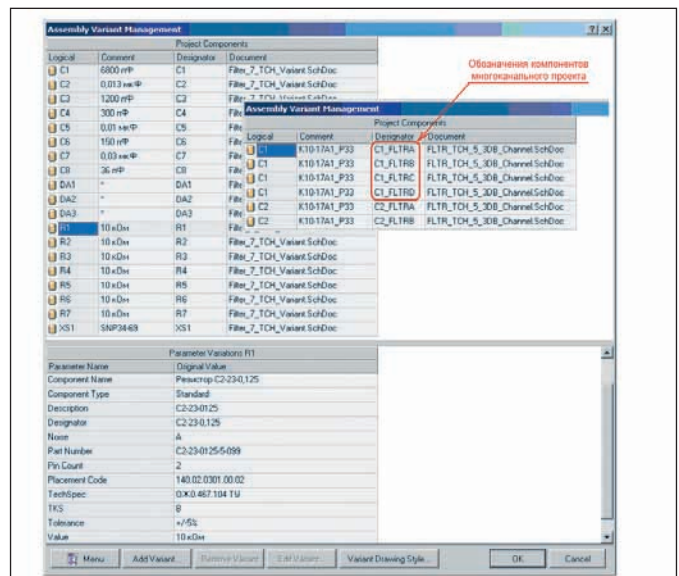

Рис. 1. Диалог назначения нового варианта
1. Из открытого схемного документа или документа печатной платы PCB-проекта выберем команду главного меню *Project* → *Assembly Variants* (в Altium Designer 10 – *Project* → *Variants*). Открывается диалоговое окно управления вариантами *Assembly Variant Management* (рис. 1), где отображена информация о компонентах проекта – список всех компонентов и список параметров компонента, указанного курсором.